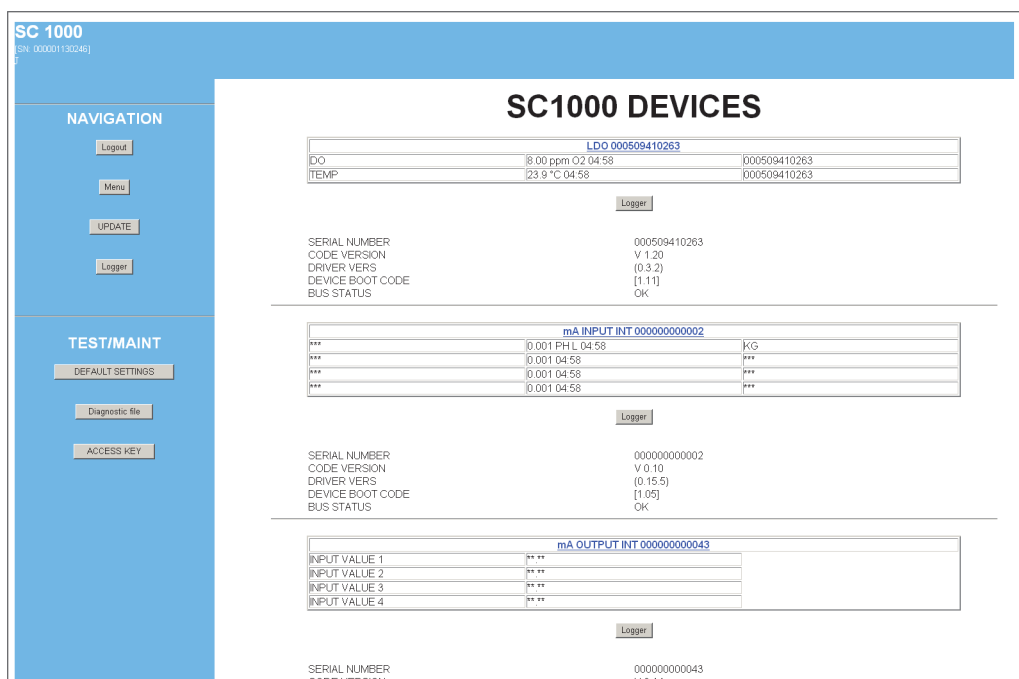

Рисунок 49 Экран доступа через браузер
6. Появится экран доступа через браузер (Рисунок 49 и Таблица 21).